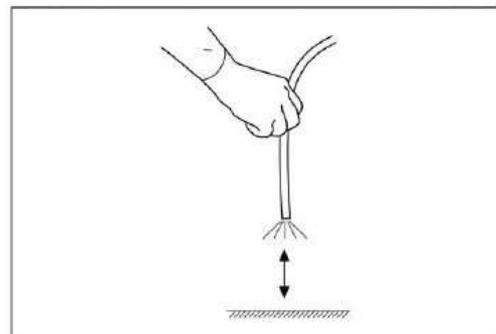

Fig. 3.6
3. Aponte a extremidade distal do endoscópio para um objeto adequado, e distancie entre 1 cm e 6 cm do objeto. Confirme se o brilho da imagem na tela é mantido. (Fig. 3.6)